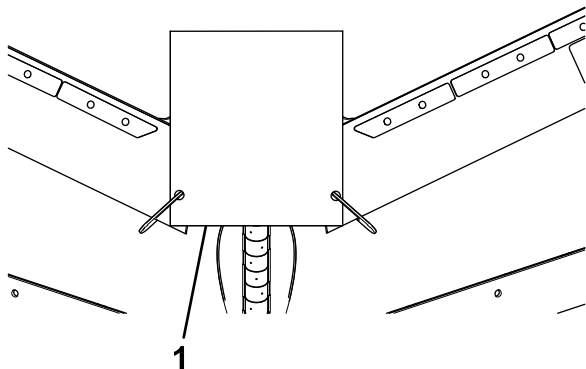

Bild 6
- Klemmen Sie die mittlere Lamelle fest (**Bild 6**), nachdem Sie diese wie folgt ausgerichtet haben: